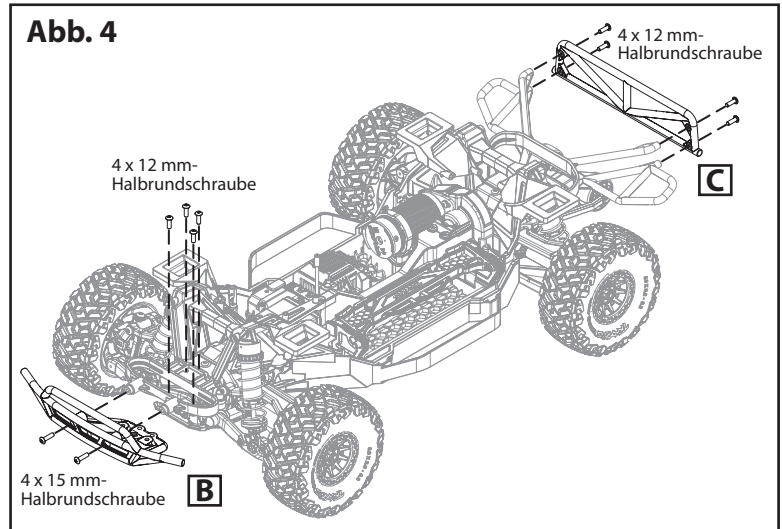

Abb. 4
1. Nehmen Sie die installierten vorderen Stoßfänger (B) von der Stoßstangenhalterung ab, indem Sie die 4 x 12mm-Halbrundkopfschrauben (4) und 4 x 15 mm-Halbrundkopfschrauben (2) lösen. Heben Sie alle Schrauben für die spätere Wiederverwendung auf (Abb. 4).
2. Nehmen Sie die installierten hinteren Stoßfänger (C) von der Stoßstangenhalterung ab, indem Sie die 4 x 12 mm-Halbrundkopfschrauben (4) lösen. Heben Sie alle Schrauben für die spätere Wiederverwendung auf (Abb. 4).
7. Stecken Sie die Anschlüsse (rot und blau) am Hochspannungs-Leistungsverstärker ein (roter Anschluss an C, blauer Anschluss an D) ein (Abb. 4).